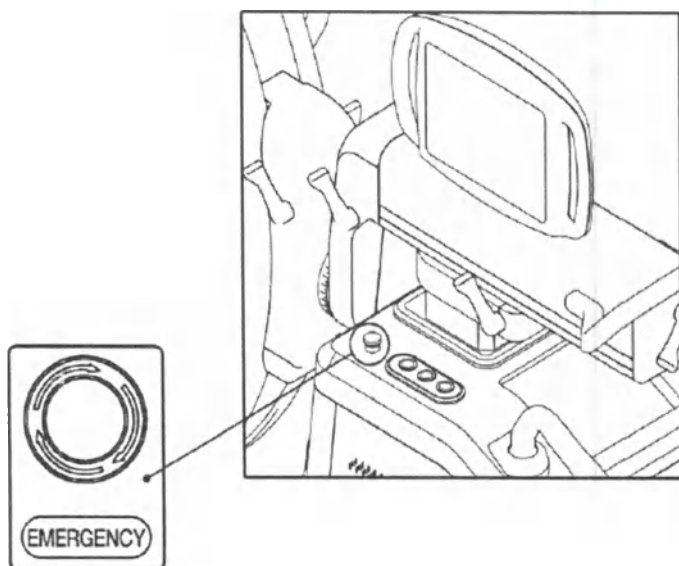

Рисунок 15
- В аварийной ситуации вы можете остановить работу аппарата нажатием аварийного выключателя, расположенного с левой стороны основного корпуса (рисунок 15).